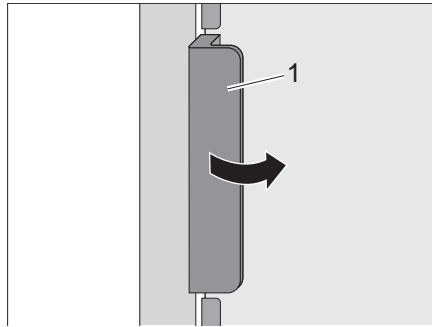
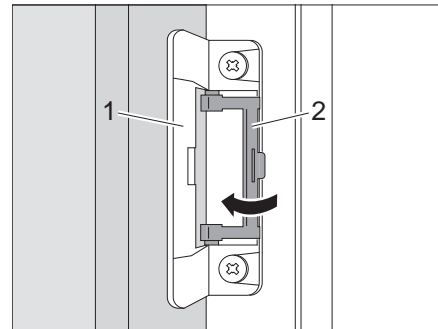

Fig. 244 Ouvrir la porte du réfrigérateur
Fig. 245 Bloquer la position de ventilation
- Ouvrir la porte du réfrigérateur avec la poignée (Fig. 244,1). Le verrouillage (Fig. 245,1) sera débloqué automatiquement.
- Rabattre le dispositif de blocage (Fig. 245,2).